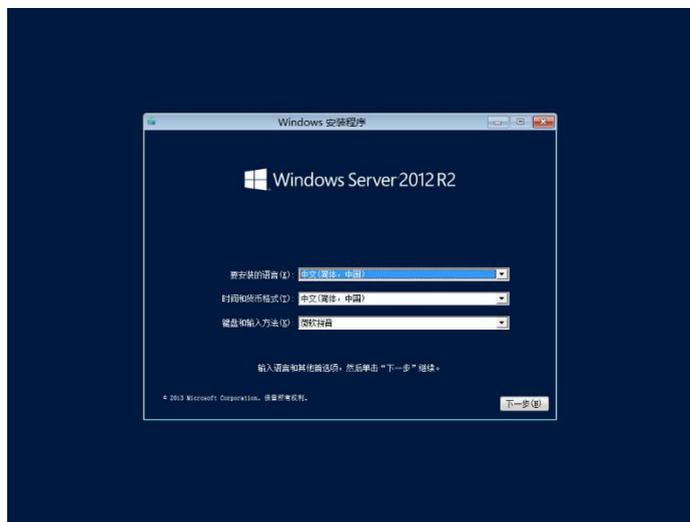

图 6-2
- c. 加载系统文件完成后, 进入 Windows 安装的语言, 时间/货币格式及键盘和输入法的设置。如图 6-2 所示。